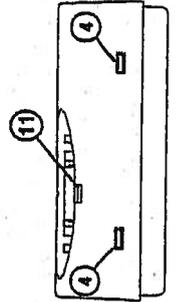

Fig. 3
Dette gøres ved at føre bladet på skruestrækkeren ind under knappen gennem åbnings (11) (fig. 3) på rumtemperaturstatens højre side og vippe knappen let opad.